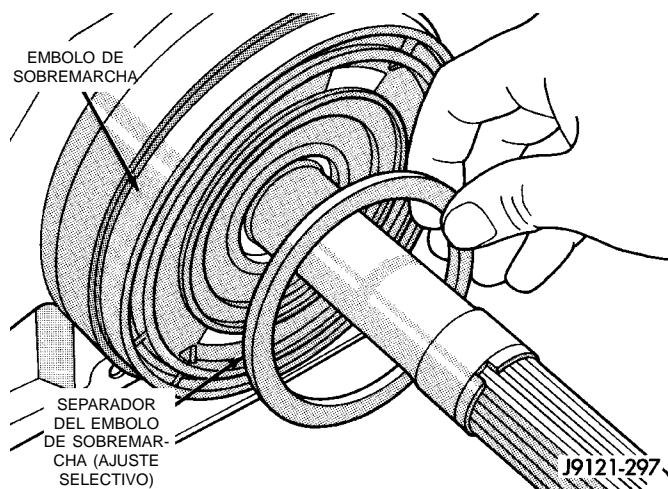

Fig. 199 Desmontaje/instalación de la placa de empuje del émbolo de sobremarcha
(1) Retire la placa de empuje del émbolo de sobremarcha (Fig. 199). Conserve la placa de empuje. Es una pieza de ajuste selectivo y posiblemente se la pueda volver a utilizar.